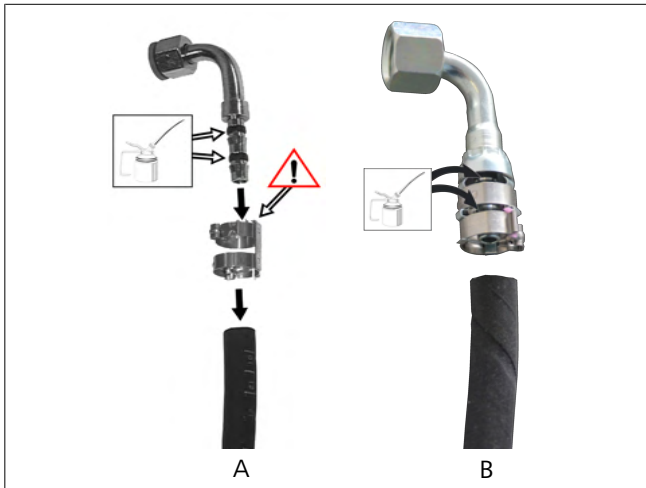

Fig. 19 Graissez les raccords
- Raccord avec collier séparé (voir Fig. 19 A)
- Raccord avec collier fixé : ils sont systématiquement fournis par Webasto (voir Fig. 19 B)